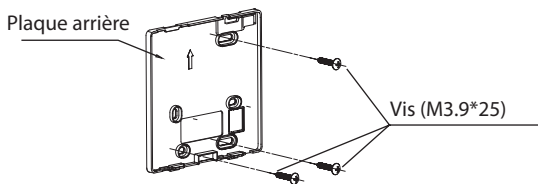

Fig 3-3
- Pour un montage apparent, fixez la plaque arrière au mur avec 3 vis (M3.9*25) et les chevilles. (Fig.3-3)